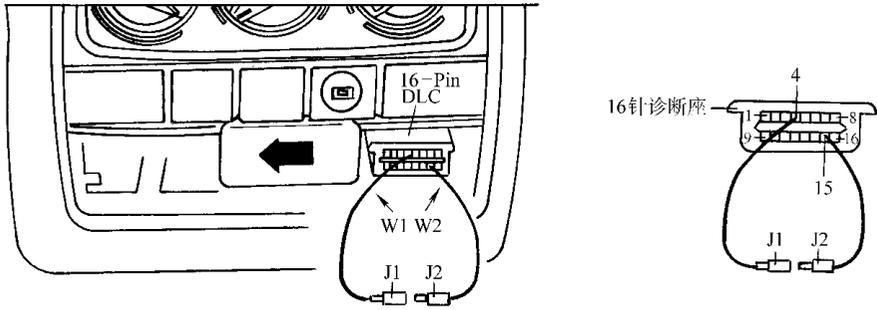

图 5-11 将 4 号及 15 号脚跨接
(1) 起动发动机并在怠速下运转 (不超过 1300r/min)。
(2) 在发动机运转时, 将 OBD1 跨接座或自制跨线接上, 如图 5-11 所示, 仪表指示灯应亮起。